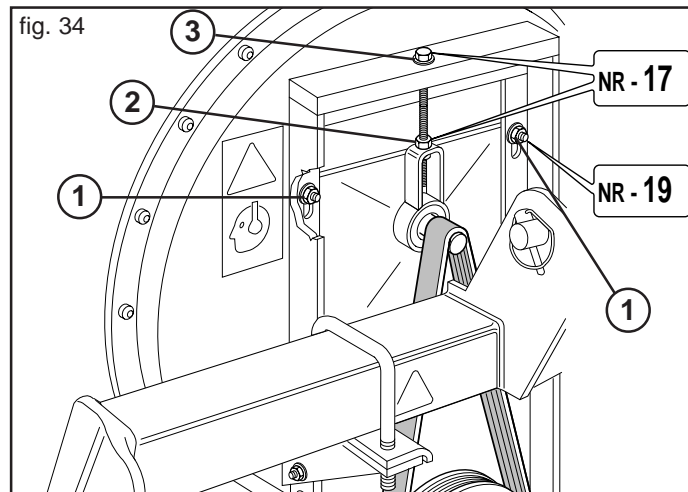

fig. 35
Cet appareil (Fig. 35), livré de serie avec la machine, sert pour la récupération des graines, qui son restées inutilisé dans les réservoir a la fin du semis.
Ouvrir la vanne (2, Fig. 35) en aval du conteneur de récupération (1), et introduire l'extrémité du tuyau dans les réservoirs de graines. Avec le tracteur à l'arrêt et frein de stationnement enclenché, actionner la prise de force pour aspirer les graines.